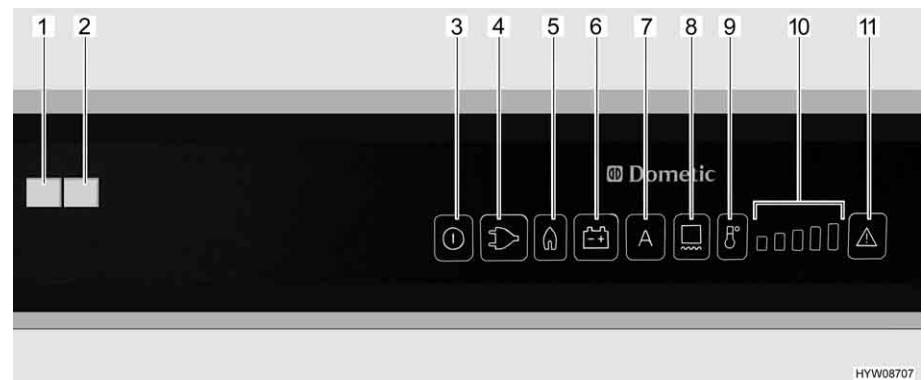

Bild 166 Bedienelemente für den Kühlschrank (Dometic RMD)
Wenn der Betriebsmodus "AES" eingestellt ist, **keine** 230-V-Versorgung angeschlossen und der Fahrzeugmotor **ausgeschaltet** ist, wählt das AES die Gasversorgung. Beim Anwählen des Gasbetriebs wird die Zündsicherung automatisch geöffnet, so dass Gas zum Brenner strömen kann. Gleichzeitig wird der elektronische Zünder eingeschaltet. Erlischt die Gasflamme, z. B. durch einen Luftzug, wird der Zünder sofort aktiviert und zündet das Gas wieder an. Bei Störung im Gasbetrieb blinken die Leuchttasten "Gas" (Bild 166,5) und "Störung" (Bild 166,11). Die Kontroll-Leuchte "Störung" (Bild 166,1) leuchtet und es ertönt 20 Sekunden lang ein akustischer Alarm.
Nach dem Einschalten wählt der Kühlschrank automatisch die mittlere Thermostateinstellung. Diese Einstellung kann manuell mit der Taste Temperaturstufenauswahl (Bild 166,9) nachgeregelt werden. Die Kontroll-Leuchten (Bild 166,10) zeigen die gewählte Thermostateinstellung an. Mit der Taste Temperaturstufenauswahl wird die Kühltemperatur für alle drei Energiearten eingestellt. Es dauert einige Stunden, bis der Kühlschrank die normale Betriebstemperatur erreicht hat. Beim Umschalten der Betriebsart wird die Thermostateinstellung beibehalten. Die Kühltemperatur wird unabhängig von der Energieart beibehalten.
- Rahmenheizung für eine Dauer von 2 Stunden einschalten: Taste (Bild 166,8) einmal drücken. Ein Balken der Temperaturstufenanzeige (Bild 166,10) leuchtet.
- Rahmenheizung für eine Dauer von 5 Stunden einschalten: Taste (Bild 166,8) zweimal drücken. Zwei Balken der Temperaturstufenanzeige (Bild 166,10) leuchten.
- Rahmenheizung auf Dauerbetrieb stellen: Taste (Bild 166,8) dreimal drücken. Drei Balken der Temperaturstufenanzeige (Bild 166,10) leuchten.
Die Temperaturstufenanzeige (Bild 166,10) zeigt einige Sekunden lang die Betriebsdauer der Rahmenheizung an.
Bei hohen Außentemperaturen und hoher Luftfeuchtigkeit kann es zur Wassertropfenbildung am Metallrahmen des Frosterfachs kommen. Deshalb ist der Kühlschrank mit einer Rahmenheizung für das Frosterfach ausgestattet. Bei hohen Temperaturen und hoher Luftfeuchtigkeit die Rahmenheizung über die Taste (Bild 166,8) einschalten. So lässt sich Korrosion vermeiden. Wenn die Rahmenheizung eingeschaltet ist, leuchtet die Leuchttaste (Bild 166,8).
- Taste Ein/Aus (Bild 166,3) etwa 2 Sekunden lang drücken. Der Kühlschrank schaltet sich ein, die zuletzt eingestellte Energieart oder "AES" wird angezeigt.
- Kühltemperatur mit Taste Temperaturstufenauswahl (Bild 166,9) einstellen. Die Kontroll-Leuchten (Bild 166,10) zeigen die gewählte Thermostateinstellung.
- Taste Ein/Aus (Bild 166,3) etwa 2 Sekunden lang drücken. Der Kühlschrank schaltet sich aus, keine Anzeigen leuchten mehr.